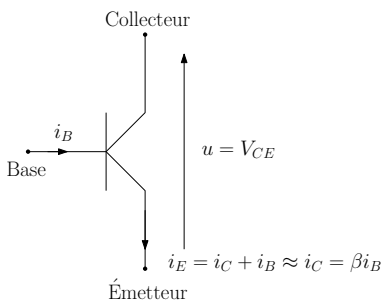

Figure 81
- ✘ Un transistor bipolaire (NPN) est un composant à trois bornes (figure 81).